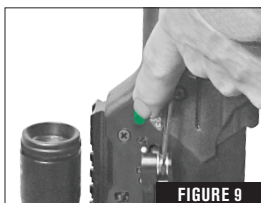

FIGURE 9
- Appuyez sur le bouton De-Cock de l'arbalète (Fig. 9).